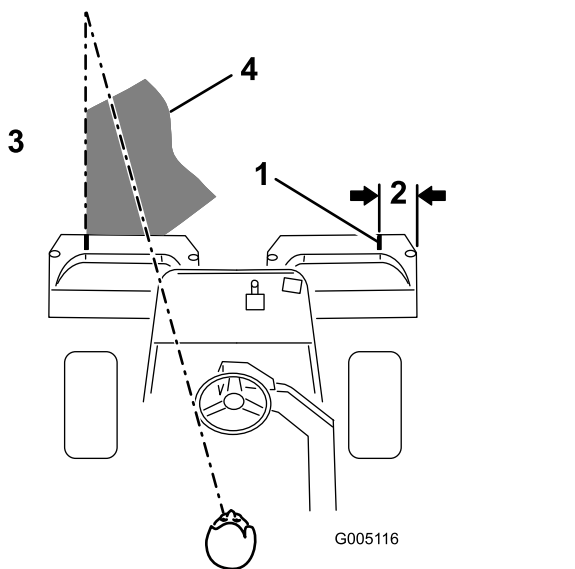

図 25
**注** グリーン内をぶれずにきれいに直進し、刈り込みの済んだ列との距離を一定に保って走るためには、車体前方 1.8 から 3 m のところに視線を置いて、刈り込み済みの済んでいる列にラインを合わせるようにするのがコツです 図 25。ハンドルを目印にして距離を合わせても良いでしょう。